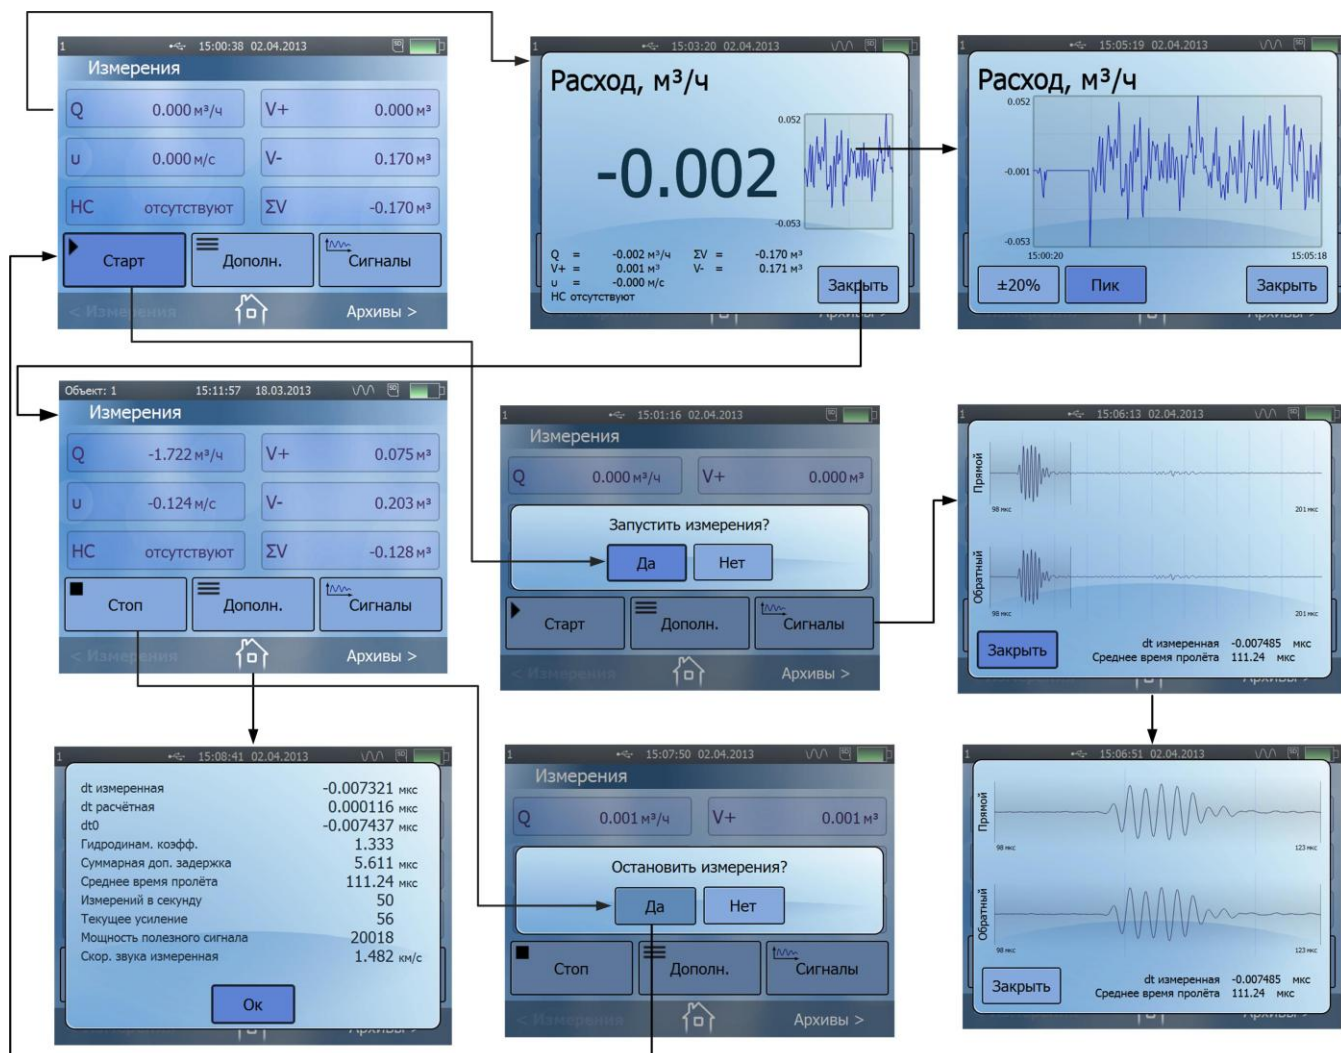

Рис.12. Меню «Измерения»
4.5. Перейти в меню **Измерения** и инициализировать кнопку **Старт**. После появления сообщения **Запустить измерения? Да, Нет** нажать кнопку **Да**. В правом верхнем углу дисплея рядом со значком карты памяти появляется значок  «синус», свидетельствующий о выработке зондирующего сигнала (см. рис.12).
Для закрытия этих значков необходимо к ним прикоснуться (щелкнуть левой кнопкой мышки), после чего на затемненном экране появляются надписи, отмеченные белым крестиком (рис.12), и свидетельствующие об использовании экспорта архивных записей и архивных графиков. Для стирания надписей нужно прикоснуться к белому крестику.